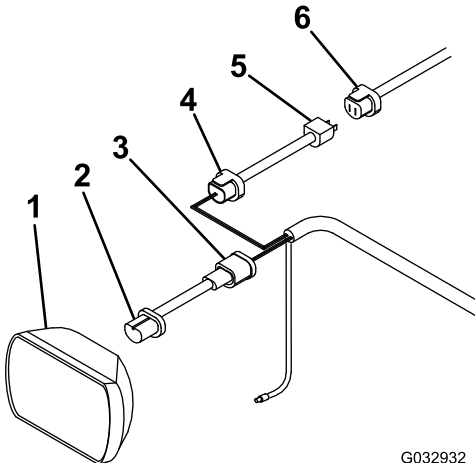

Figura 22
1. Desconecte el conector de arnés de cables de la parte trasera del faro izquierdo del vehículo (Figura 22).
2. Conecte al adaptador del faro a la parte trasera del faro izquierdo del vehículo (Figura 22).
3. Conecte el conector negro del adaptador del faro al arnés de cables largo (Figura 22).
4. Conecte el conector azul del adaptador del faro al conector azul del arnés de cables largo (Figura 22).
5. Conecte el extremo libre del adaptador del faro al conector que se desconectó anteriormente del arnés de cables del vehículo (Figura 22).